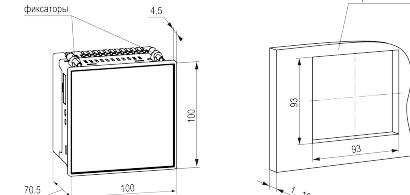

Рисунок 2 – Габаритные размеры и монтажного отверстия в щите
- Подготовить в щите управления монтажный вырез для установки прибора (см. рисунок 2).